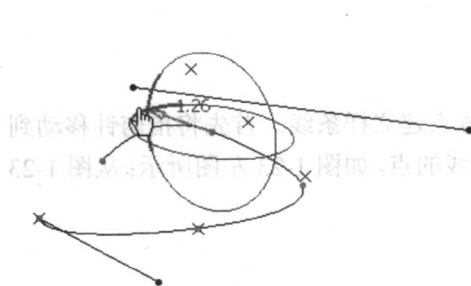
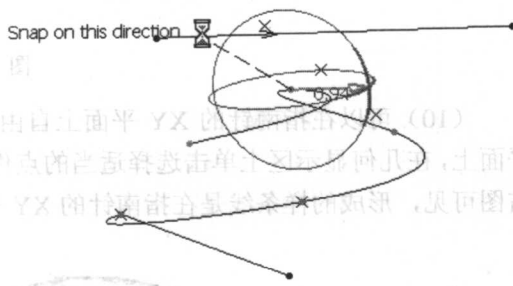

图 1-26
图 1-27
- ☐ 选择 **Impose Tangency** 选项,可以选择一个方向作为该点的切向,几何显示区出现该点当前的切向,如图 1-26 所示。用鼠标拖动箭头,可以改变样条线在该点的张力大小,双击箭头,可以改变切线的方向。拖动两个圆,可以改变切向的方向。拖动切向到直线上,可以将直线作为样条线的切向,如图 1-27 所示。